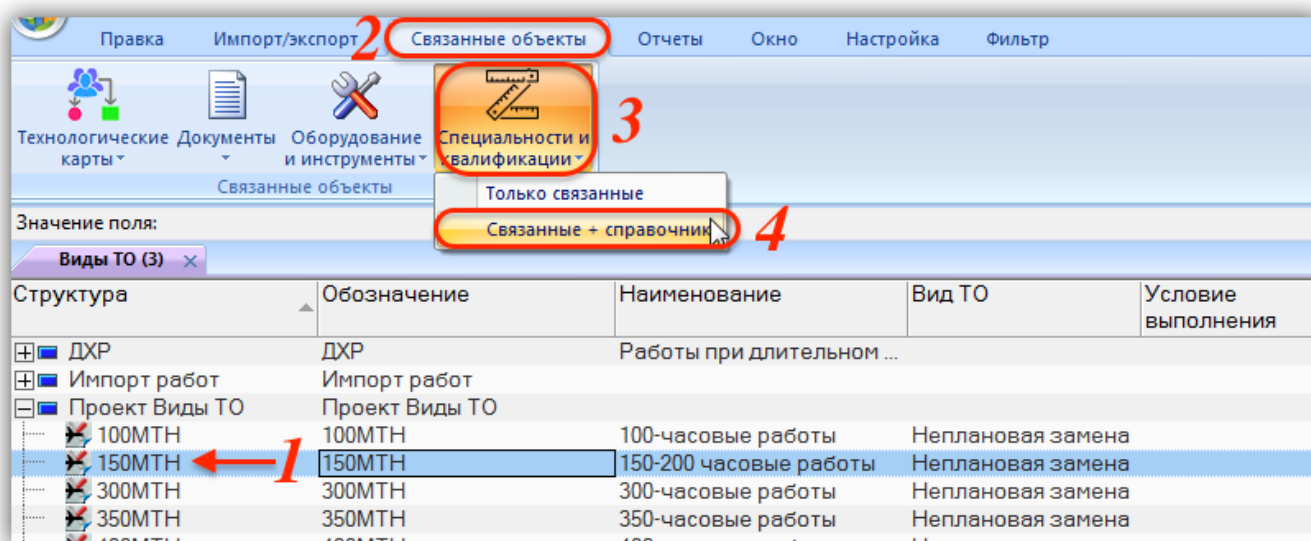

Рис. 9-99 – Открыть рабочие окна с видами ТО и специальностями
- 2) Выделить вид ТО в рабочем окне «Виды ТО», перейти вкладку «Связанные объекты», нажать кнопку «Специальности и квалификации» и выбрать пункт «Связанные + справочник» (1–4 на рис. 9-99).